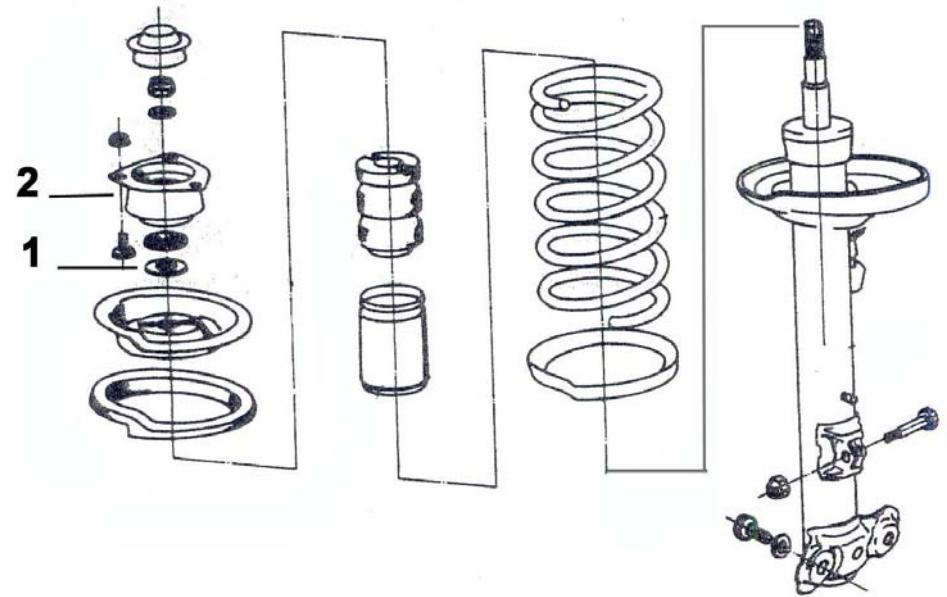

Fig 1
- **Fig. 1** Die 3 Befestigungsschrauben des Federbeins am Achsschenkel ausbauen.
- **Fig. 1** Remove the suspension strut's 3 fastening screws on the steering knuckle.
- **Fig. 1** Démonter les trois vis de fixation de la jambe de force sur la fusée d'essieu.
- **Fig. 1** Quitar los 3 tornillos de fijación de la columna de suspensión en el cuello del eje.
- **Fig. 1** Original Anbauteile des Federbeins entnehmen; diese werden teilweise wiederverwendet.
- **Fig. 1** Remove the suspension strut's original add-on parts; some of them will be re-used.
- **Fig. 1** Enlever les composants d'origine de la jambe de force ; les réutiliser ensuite.
- **Fig. 1** Retirar las piezas adicionales originales del amortiguador; pueden volver a utilizarse.